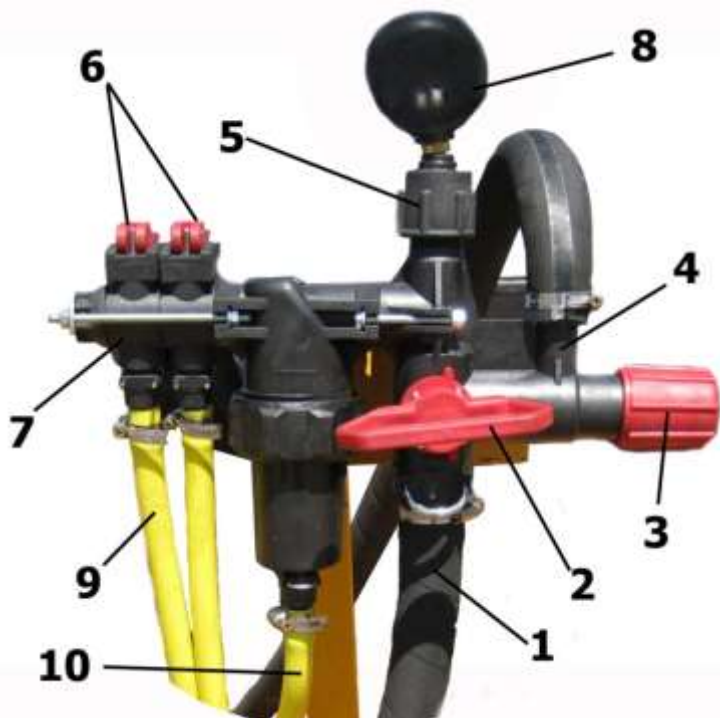

Рисунок 3 – Регулятор
3.4 Регулятор расхода жидкости (рисунок 3) предназначен для бесступенчатого регулирования расхода жидкости способом изменения давления в системе нагнетания опрыскивателя. Регулятор расхода жидкости представляет собой блочную конструкцию, состоящую из двухходового крана 2, рукоятки регулировки давления 3, распределительных секций 7. Подвод жидкости к регулятору осуществляется через патрубок 1. От регулятора рабочая жидкость поступает к распыляющим узлам по трубопроводам 9. Подача жидкости производится при переводе рычагов 6 секций 7 распределения в положение «ВКЛ».
4.3 В бак опрыскивателя залейте не менее 150 литров воды. Установить рукоятку 2 двухходового крана регулятора (рисунок 3) в положение, обеспечивающее перелив жидкости в бак, рычаги 6 в блоке распределителя в положение "ВКЛ.", рукоятку регулировки давления 3 вращать против часовой стрелки до упора.
4.6 Перед проведением регулировки норм внесения удобрений и пестицидов всегда проверяйте наличие масла в резиновой емкости, расположенной под гайкой 5 (рисунок 3). При его отсутствии манометр не будет показывать давление.